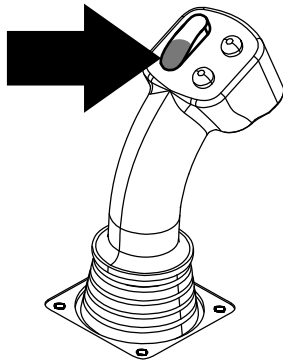

Figura 23
**Importante:** Asegúrese de mantener presionada del todo la sección inferior del interruptor basculante de la leva, en el joystick izquierdo, hasta completar la acción de cada paso (Figura 23).